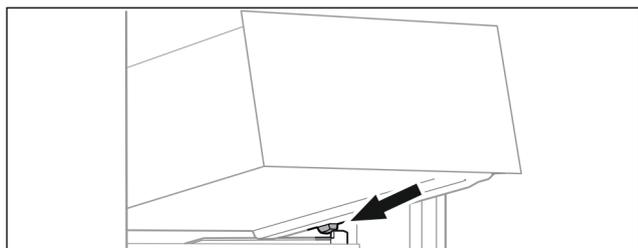

Fig. 32
- Placer le tiroir, en l'inclinant, derrière les butées sur la nervure de récipient. (voir Fig. 32)